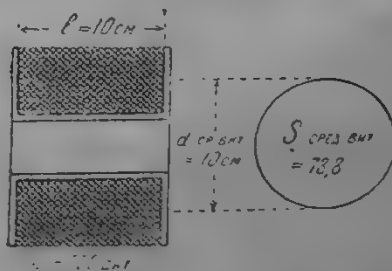

Рис. 6. К расчету самоиндукции многослойной катушки.
4) Имеем многослойную катушку, изображенную на рис. 6 и имеющую: $n = 500$, $l = 10$ см., d среднего витка $= 10$ см., S среднего витка будет $= \frac{3,14 \times 10 \times 10}{4} = 78,8$ кв. см.